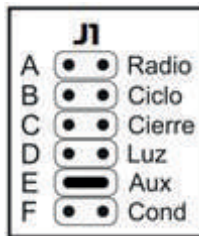

fig. 2
1. Con la Central Flex energizada, coloque el Jumper **J1** en posición **E** (AUX) en la central Fig.2 y luego pulse el botón de programación **CHI** TRES (3) veces para programar el control de Baliza.